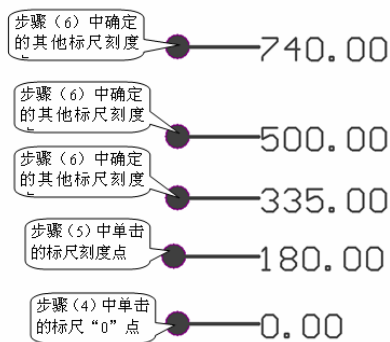

图 7.69 标尺布置过程
- (3) 在“Datum Dimension”对话框中设置标尺的属性，单击“OK”按钮。
- (4) 在工作区移动光标至基准处，单击鼠标，确定标尺基准“0”的位置。
- (5) 移动光标至第一个标尺处，单击鼠标，确定标尺刻度，若需要标注垂直距离尺寸，可单击空格键，旋转标注的方向。
- (6) 移动光标至工作区的下一个标尺刻度处，单击鼠标，确定下一个标尺刻度。
- (7) 重复步骤(6)确定所有的标尺刻度，单击鼠标右键或者单击“Esc”键，完成标尺刻度的确定。
- (8) 移动鼠标调整标尺数值的位置，单击鼠标，确定标尺数值位置。结束该标尺布置操作。布置过程如图 7.69 所示。